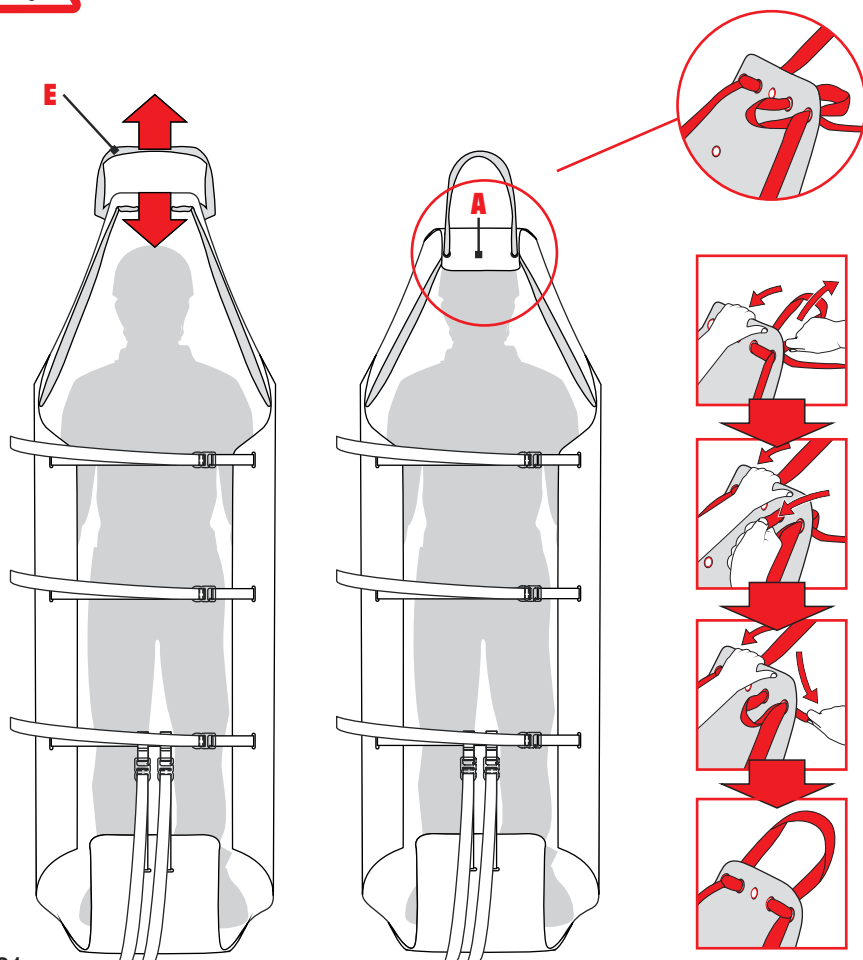

Fig.21
- c) tensionare la fettuccia (E), per sollevare la parte terminale del piano di appoggio (A) di quanto necessario a contenere la testa del paziente, e bloccarla (fig. 21).